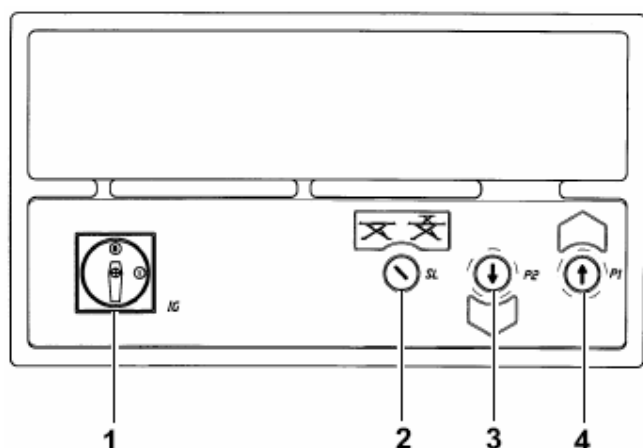

Рис. 37
**Up («Вверх»).** (см. Рис. 37) Поверните главный выключатель (1) в положение 1.